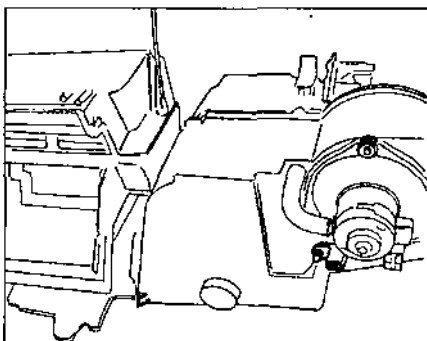

Рис. 9.19.
- Разъединить разъем подключения резистора (рис. 9.19).